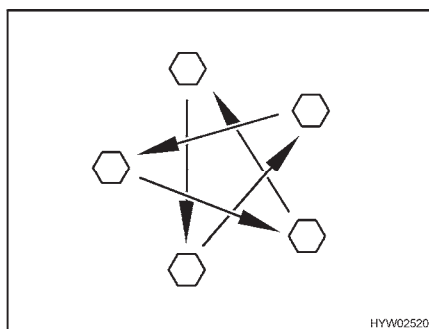

Fig. 176 Serrare a croce i dadi o i bulloni delle ruote
- Controllare regolarmente il serraggio dei dadi o dei bulloni. Regolare a croce (Fig. 176) il serraggio dei dadi o dei bulloni di una ruota sostituita dopo circa 50 km.